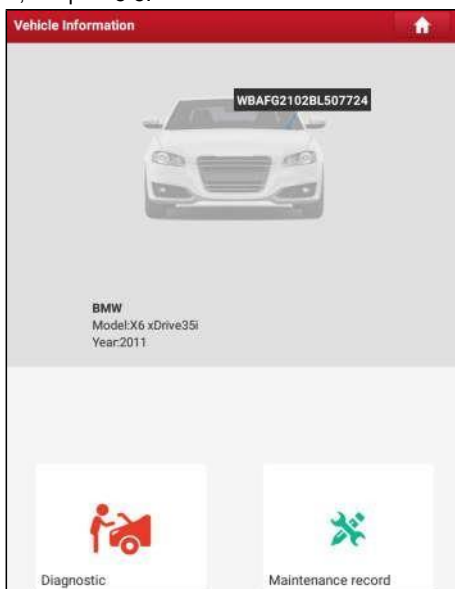

Рис. 5-5
А. Если VIN-номер обнаружен в базе данных удаленного сервера, отображается следующее окно, см. рис. 5-5:
- Если VIN-номер сканирован неверно, нажмите в поле с результатом сканирования для его корректировки и затем нажмите «OK». Если VIN-номер имеется в базе данных удаленного сервера, система открывает информационное окно по автомобилю. См. рис. 5-5.